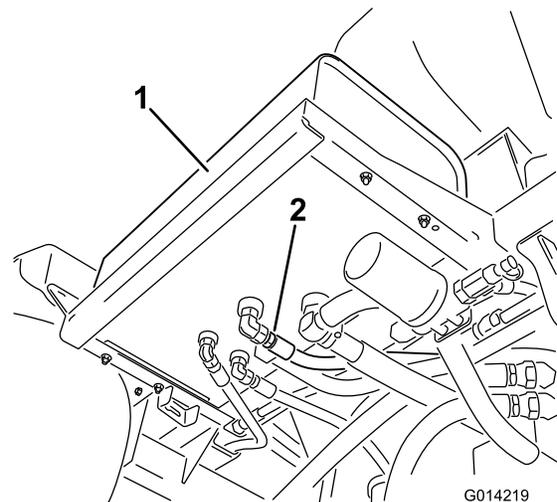

Figura 96
2. Limpie la zona alrededor del acoplamiento de uno de los manguitos hidráulicos, en la parte inferior del depósito de fluido hidráulico (Figura 96).
4. Retire el acoplamiento de manguera del depósito y deje fluir el fluido al recipiente (Figura 96).